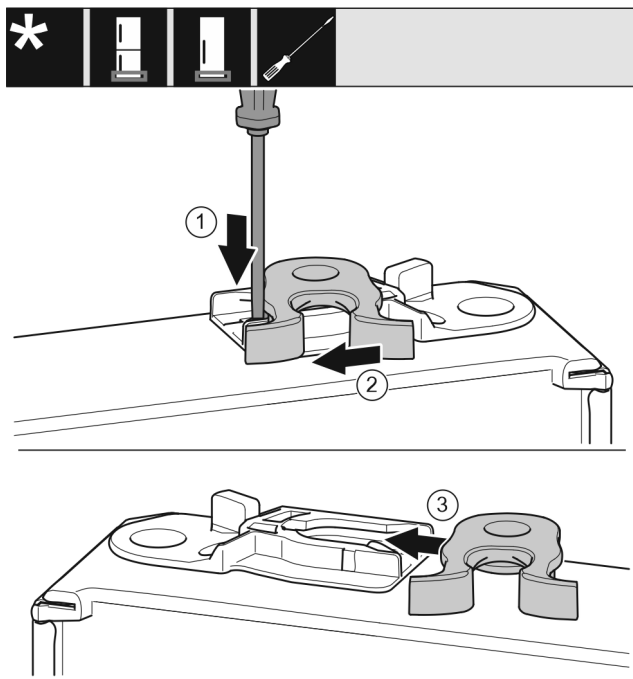

Fig. 18
- Plochým skrutkovačom zatlačte sponu Fig. 18 (1) nadol.
- Vytiahnite zatvárací hák Fig. 18 (2) z vedenia.
- Zasuňte zatvárací hák Fig. 18 (3) na druhej strane do vedenia.